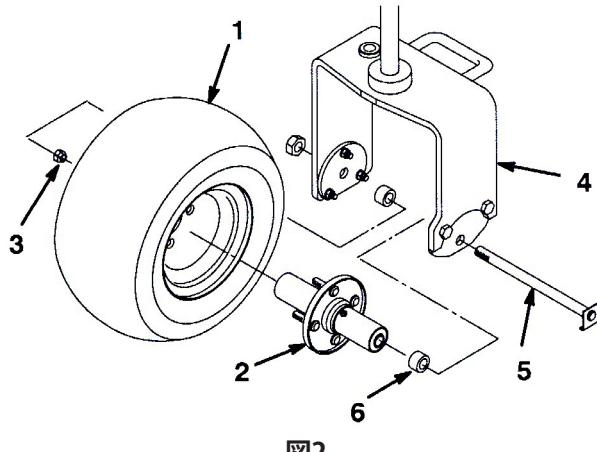

図2
1. ナット4個を使ってリムにホイール・ハブを取り付ける(図2)。各ナットを70~90 ft-lb (9.6~12.4 kg·m)にトルク締めする。
2. 後キャスター・フォークの車輪取り付け穴についているホイール・ボルトとロックナットを外す(図2)。
5. ボルトの頭のL字状の部分をアダプタ・プレートの下縁に引っ掛ける(図2)。ロックナットを取り付けて締め付け、車輪をキャスター・フォークに固定する。車輪が自由に回転できるよう、ロックナットを締めすぎないように注意する。